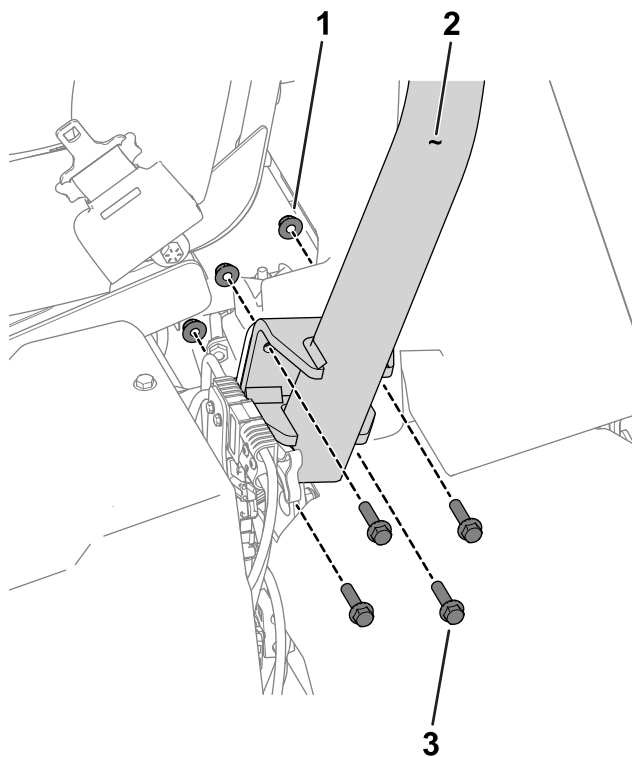

図 3
3. 機体の両側で、ROPS ブラケットに ROPS バーを取り付ける六角ヘッドボルト $\frac{3}{8}$ " x $1\frac{1}{2}$ " 8本、ナット $\frac{3}{8}$ " 8 個を使用する 図 3。